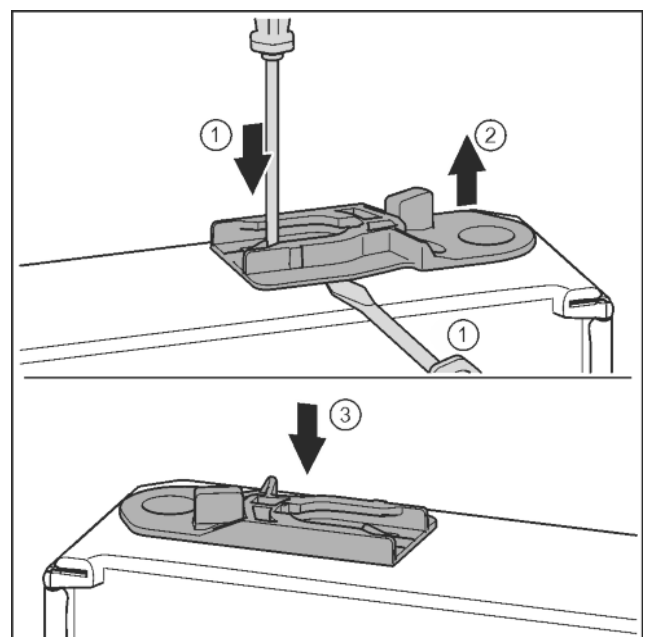

Fig. 37
- ▶ Estrarre la bussola di guida: con un cacciavite spingere la linguetta e contemporaneamente con un cacciavite spostarla sotto la bussola di guida. *Fig. 37 (1, 2)*
- ▶ Inserire sull'altro lato dell'apparecchio la bussola di guida fornita in dotazione. *Fig. 37 (3)*